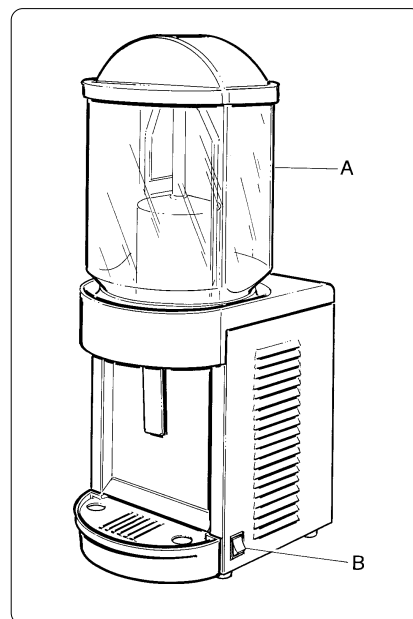

Fig. 1
- Introdurre il prodotto nella vasca (A) ed accendere la macchina tramite l'interruttore (B) - fig. 1.